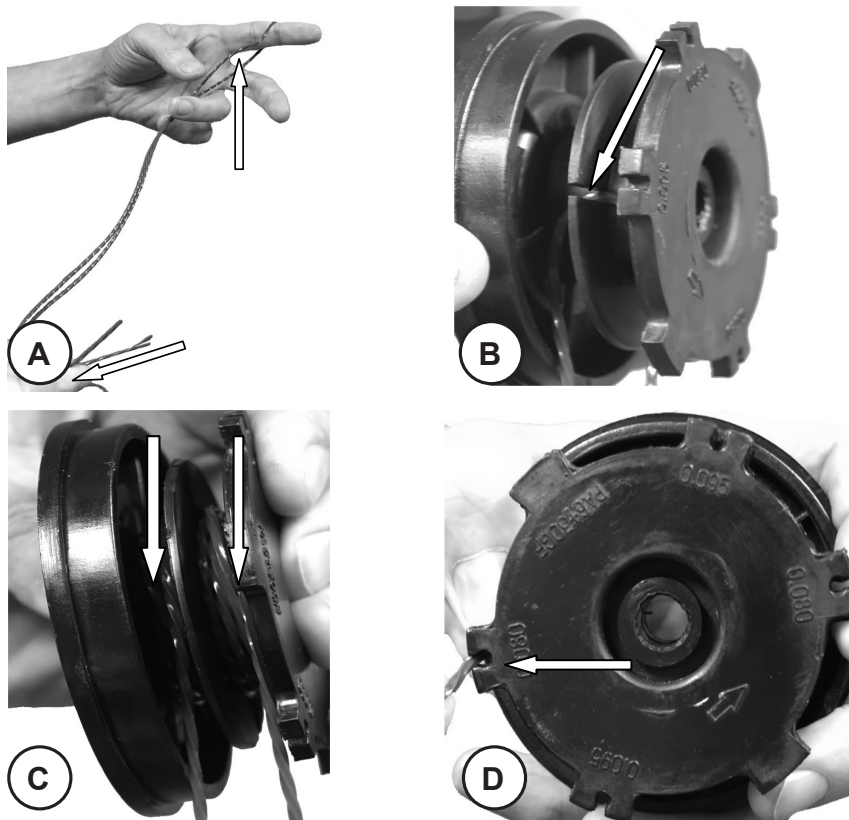
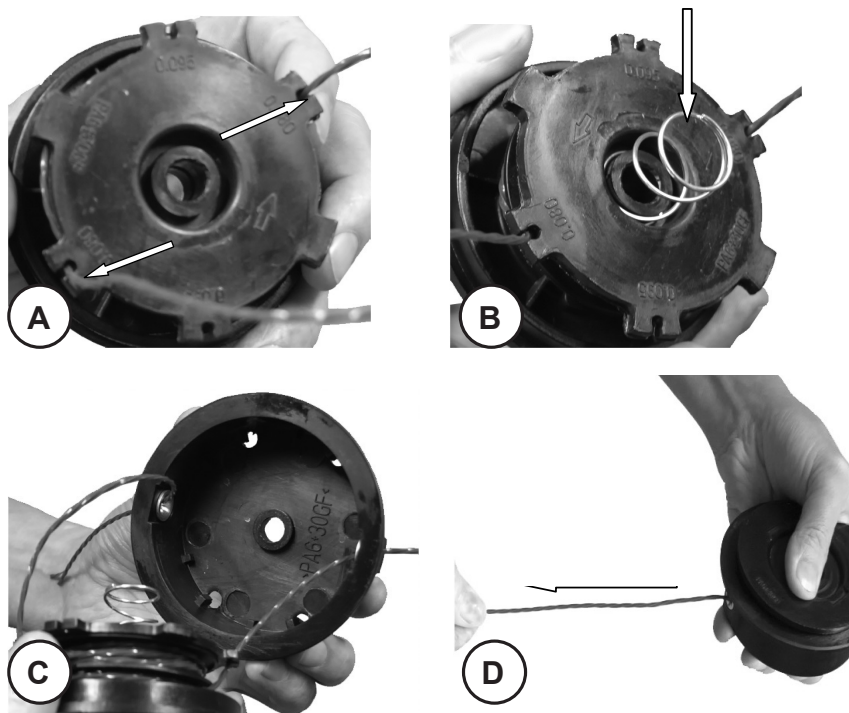

Рис.6
Рис.7
1. Отрежьте корд длиной 5,4 м. Сложите его вдвое и выровняйте концы (Рис.6А)
2. Установите корд петлей в паз на катушке (Рис.6В).
3. Намотайте корд плотно с натягом против часовой стрелки в пазы на катушке (Рис.6С).
4. Закрепите корд в разъемах на катушке (Рис.6Д, Рис.7А)
6. Вставьте концы лески в отверстия на корпусе катушки и установите катушку в корпус (Рис.7С)
7. Освободите концы корда, потянув за концы от центра, при этом нажимая вниз на катушку (Рис.7Д). Поверните катушку по часовой стрелке примерно на 10° и зафиксируйте ее в корпусе.